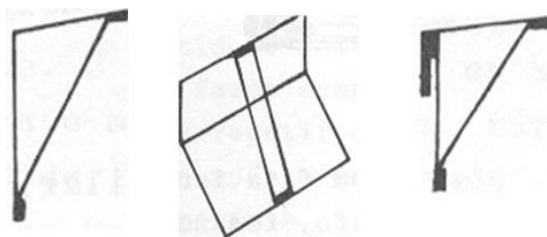

Fig. 10
f) Construção do suporte para o espelho: corte pedaços de acetato com os seguintes tamanhos: 5 x 3 cm; 5 x 2 cm; 3,5 x 1 cm; dois pedaços de 1 x 0,5 cm. Cole-os do modo indicado na Fig. 10. Esse suporte será colocado junto ao suporte do transferidor quando se quiser utilizar o espelho.